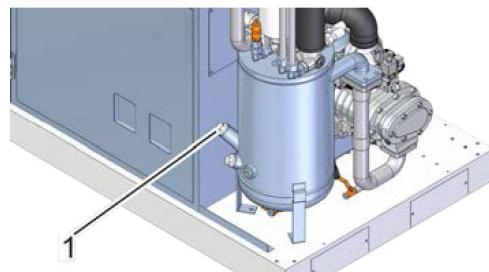

Рис. 36: Пробка наливного отверстия
5. Ослабьте пробку наливного отверстия (Рис. 36/1), осторожно откройте, не потеряв уплотнительное кольцо.